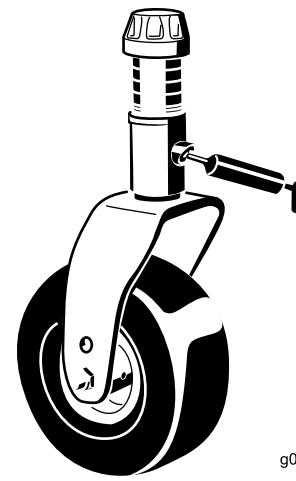

Figura 43
- Casquilho do eixo da forquilha da roda giratória (1) (Figura 43)
- Casquilhos articulados do braço intermédio (1) (no braço intermédio)